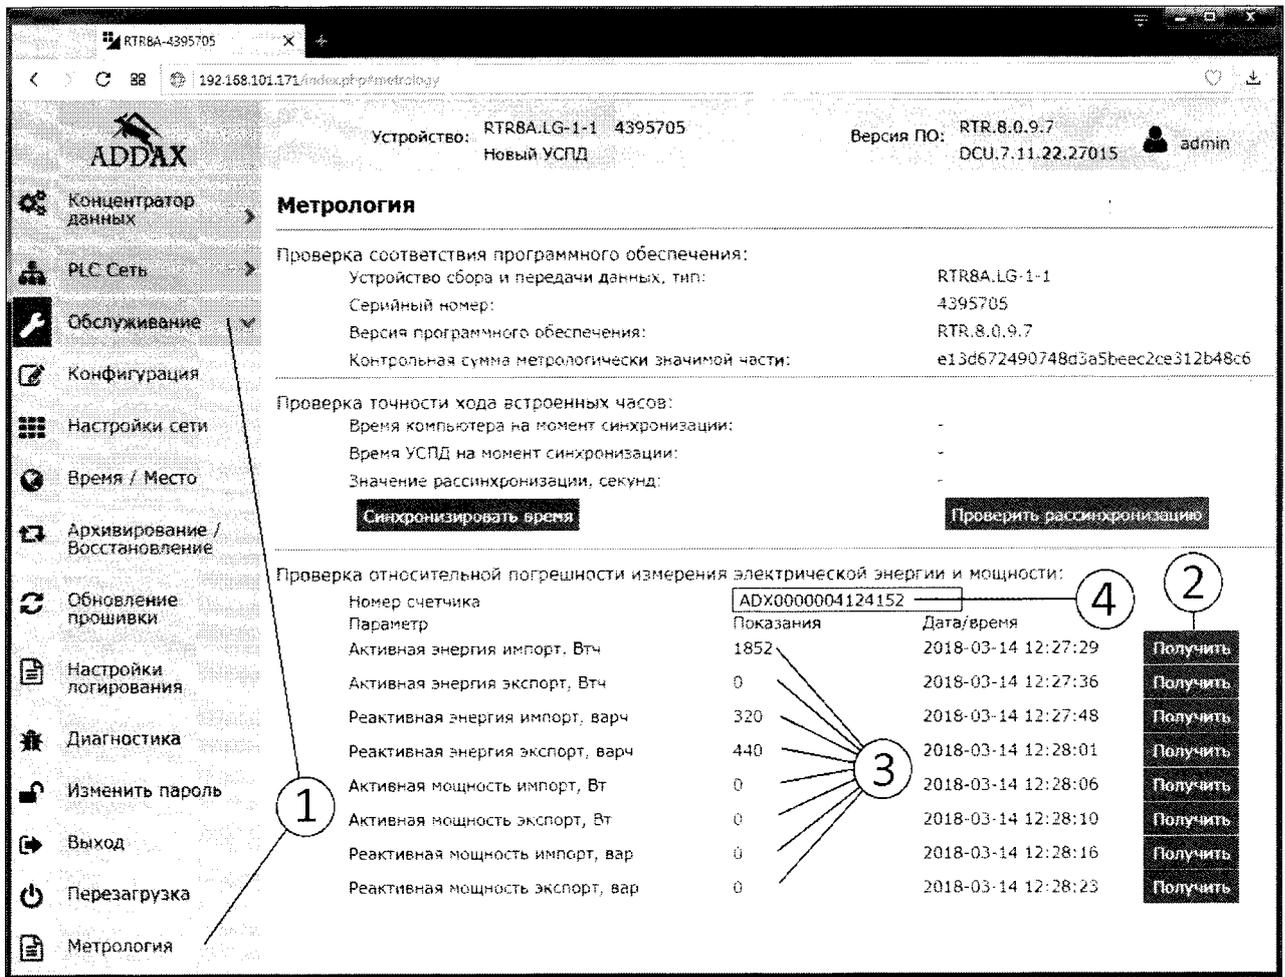
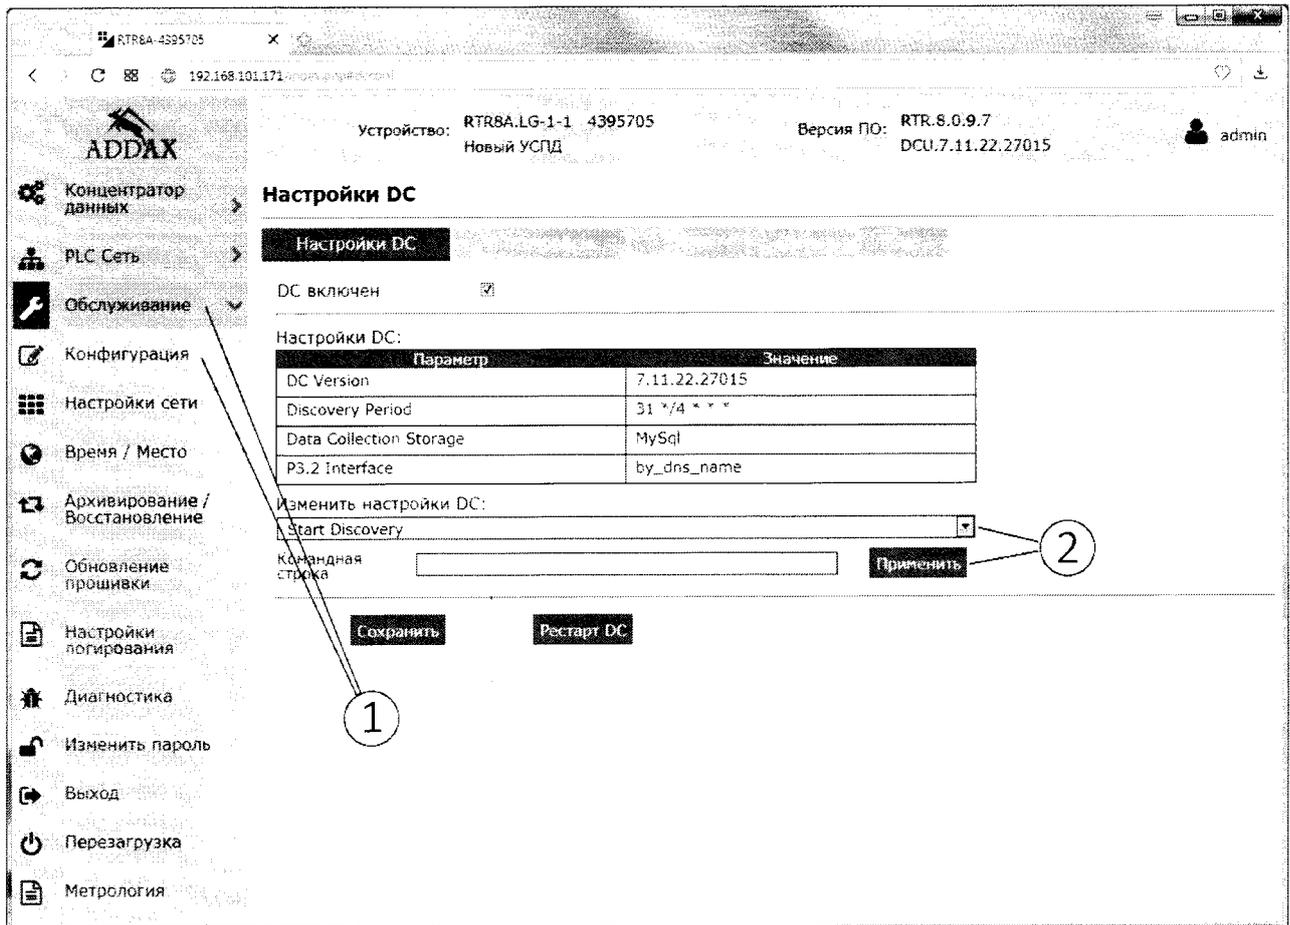

Рисунок 6 - Окно веб-интерфейса УСПД - закладка «Обслуживание» раздел «Метрология»
Рисунок 7 - Окно веб-интерфейса УСПД - закладка «Обслуживание» раздел «Конфигурация»
7.6.2 Открыть закладку «Обслуживание», раздел «Метрология», нажав левой клавишей мыши на соответствующие поля панели навигации веб-интерфейса (рис. 6, поз.1) и выбрать из выпадающего списка номер контрольного счетчика (рис. 6, поз.4). Если список пуст или отсутствует номер контрольного счетчика, то необходимо выполнить процедуру поиска счетчика. Для этого следует открыть закладку «Обслуживание», раздел «Конфигурация» (рис. 7, поз.1), выбрать из выпадающего списка пункт «StartDiscovery» и нажать на кнопку «Применить» (рис. 7, поз.2). После чего в течение 10-15 минут счетчик должен зарегистрироваться на УСПД.
7.6.3 Далее попеременно нажимая кнопки «Получить» (рис. 6, поз. 2) запросить с счетчика показания энергии и мощности.
7.6.4 Сравнить по очереди значения полученные в веб-интерфейсе и считанные с дисплея контрольного счетчика (рис. 6, поз. 3).